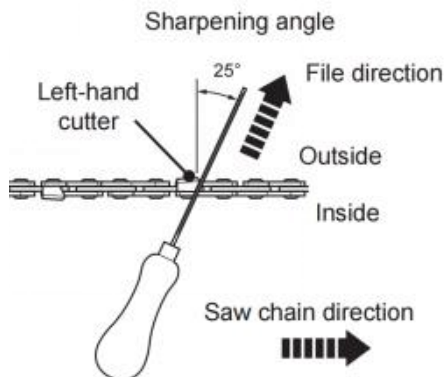

Fig. 74
5. Pilnik należy ciąć pod kątem prostopadłym do pręta i pod kątem 25° do kierunku ruchu (rys. 74).